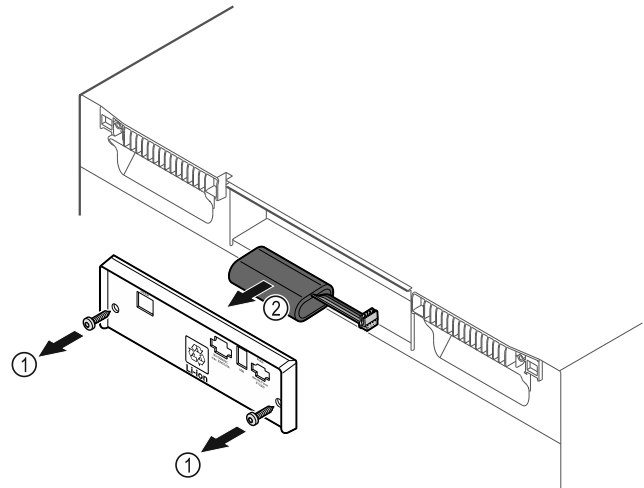

Fig. 186
- ▶ Викрутити гвинти і зняти кожух на задньому боці пристрою Fig. 186 (1).
- ▶ Батарею від'єднати та вийняти Fig. 186 (2).